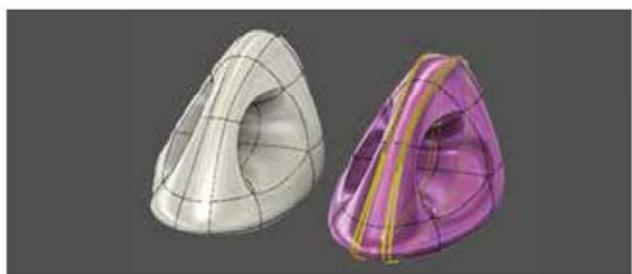

图 2-113
(12) **倒角边**: 使用指定数量的相邻边替换一条边（见图 2-113）。选择边，然后指定倒角的位置。